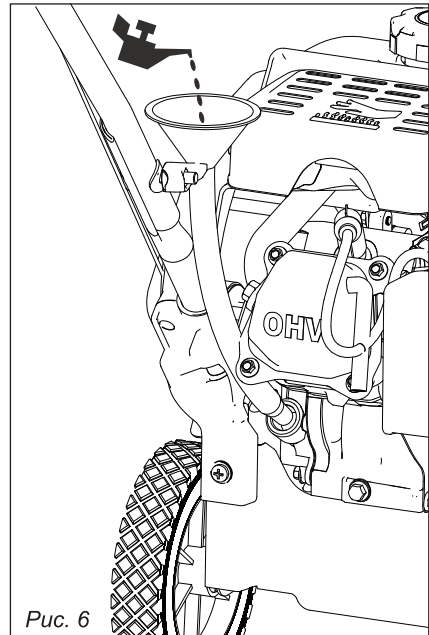

Рис. 6
- Залейте необходимое количество моторного масла (см. табл. 1), рис. 6.